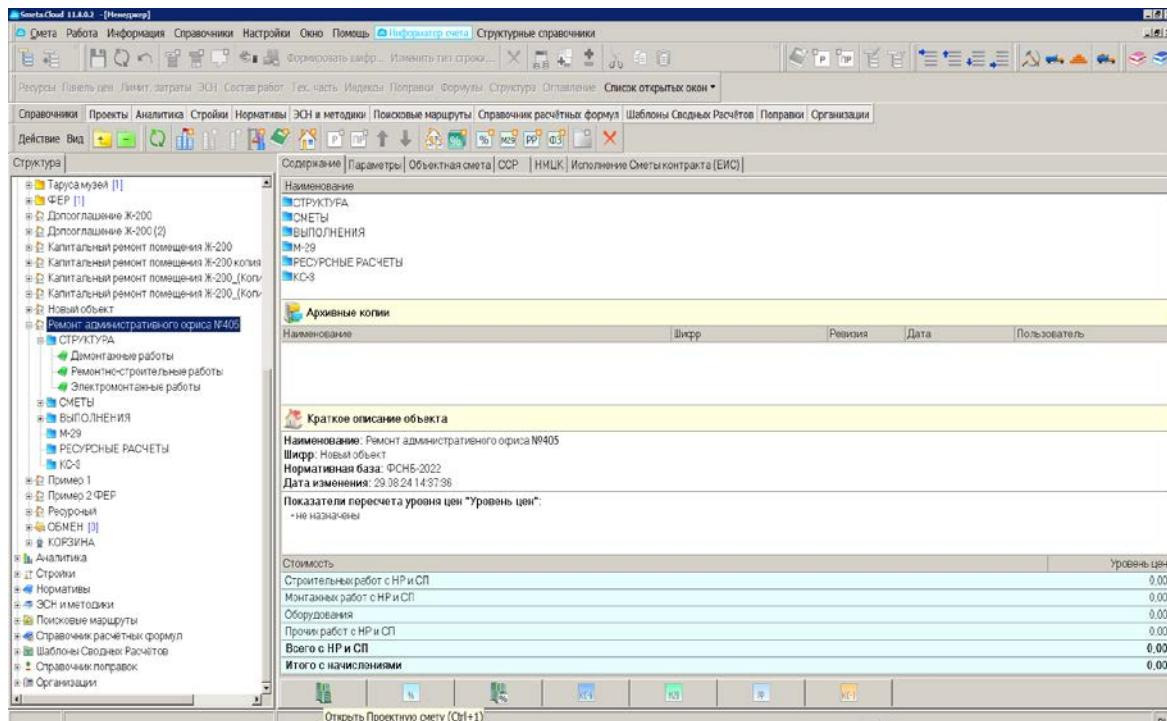

Рис. 10. Открытие режима «Проектная смета»
- открываем Проектную смету (рис.10).